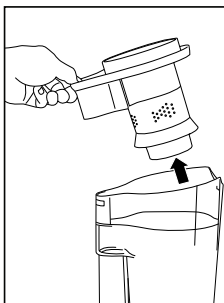

Fig. 3
3. Retire el soporte del filtro ciclónico (Fig. 3).